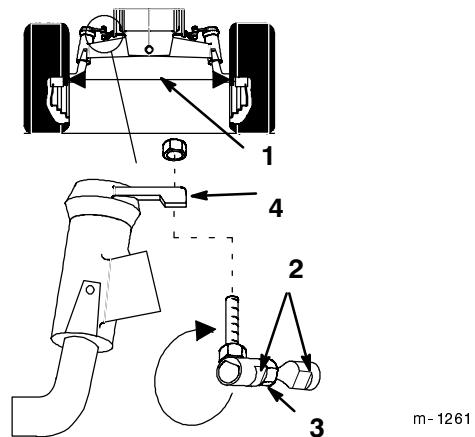

Bild 32
Halten Sie die Vorspur der Vorderräder laut Angaben bei. Wenn Sie eine ungleichmäßige Abnutzung der Reifen, ein Abreiben der Rasenfläche oder eine Schwergängigkeit bei der Lenkung feststellen, kann eine Einstellung erforderlich sein. Kontrollieren Sie die Vorspur nach jeweils 100 Betriebsstunden oder mindestens jährlich (Bild 32).
3. Messen Sie den Abstand zwischen den Felgen auf Schaffthöhe an der Vorder- und Rückseite der Räder (Bild 32).
2. Entfernen Sie das Kugelgelenk von einem der Lenkhebel (Bild 32).
4. Halten Sie die Flachstellen am Kugelgelenk, um diese mit den Flachstellen an der Verbindungsstange zu fluchten; ziehen Sie dann die Klemmmutter fest (Bild 32).